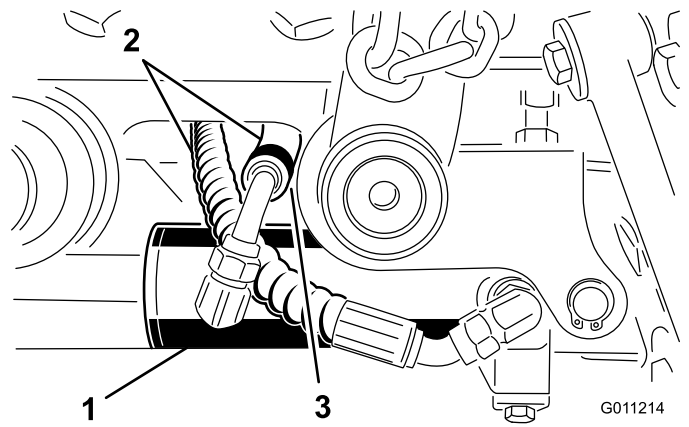

図 13
6. 昇降シリンダの右端を右昇降アームに連結する（ピン 1 本とスペーサ 2 個）（図 13）。リテーナ・リングで固定する。
注 昇降アームを完全に上昇させた状態で、ホースが 図 13 のようなルートで通ることが必要です（隙間の大きさが 1～3mm）。